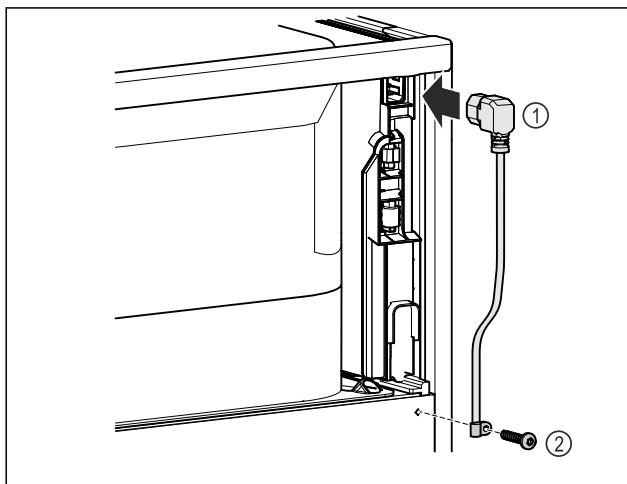

Fig. 11
- Sæt køleskabsudtagets strømkabel Fig. 11 (1) i på apparatets bagside.
- Montér trækaflastningen. Fig. 11 (2)